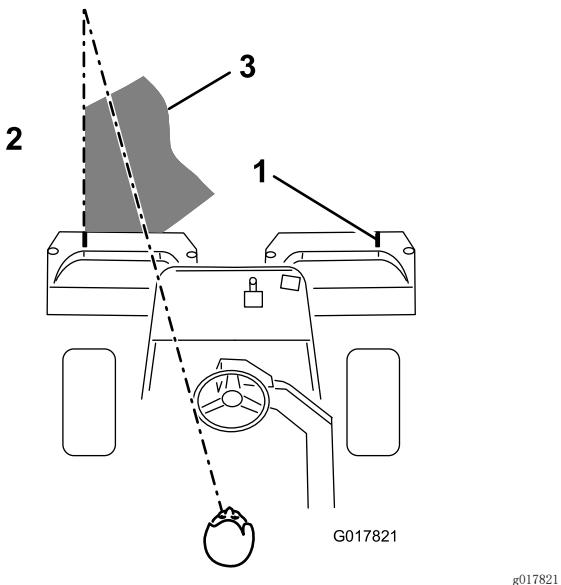

图39
**注意：** 为了保持以直线方式穿过果岭，并使得机器与此前剪草的边缘保持等距，请在机器前到果岭未剪部分的边缘虚构一条长约 1.8~3m 的视线（图39）。有人发现，将方向盘的外缘看作视线的一部分非常有用；即让方向盘边缘对准与机器前面始终保持等距的某个点（图39）。